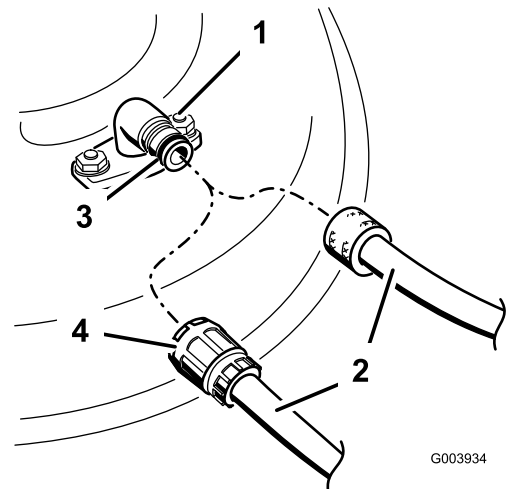

**Figure 58**
4. Soulevez le côté avec la boucle du ressort et placez-le dans le cran du support de déflecteur (Figure 58).
5. Fixez l'ensemble tige et ressort en le tournant de sorte à pouvoir placer l'extrémité courte de la tige derrière le support avant soudé au tablier de coupe (Figure 58).